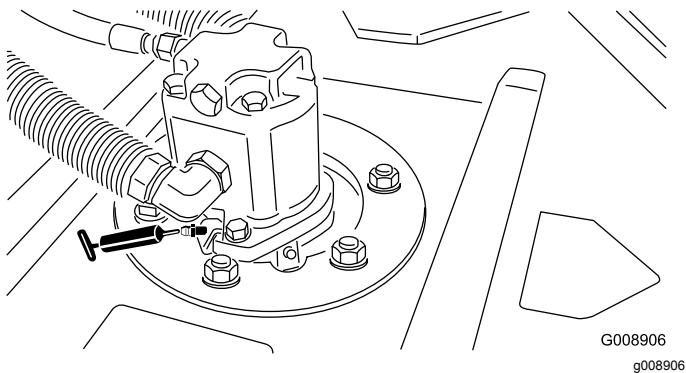

Bild 51
- Spindelwellenlager des Mähwerks (2 pro Mähwerk) (Bild 51)